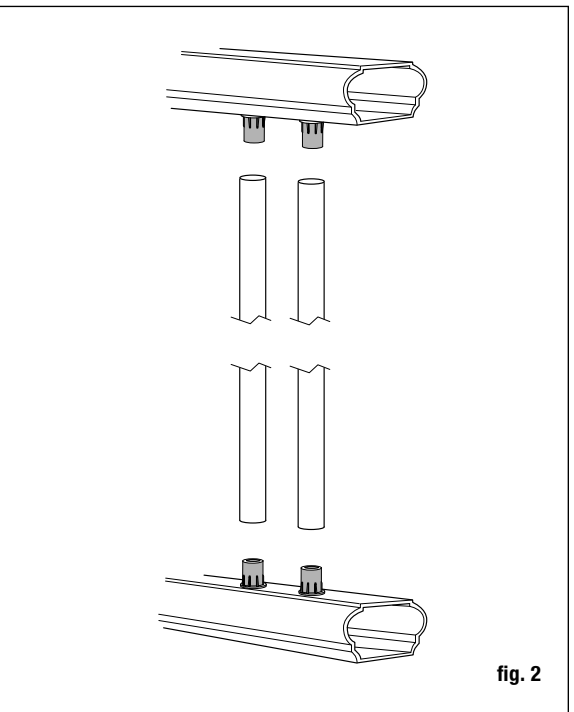

fig. 2
**Paso 12** Sujete los balaustres al barandal inferior deslizándolos dentro de los conectores (fig. 2).